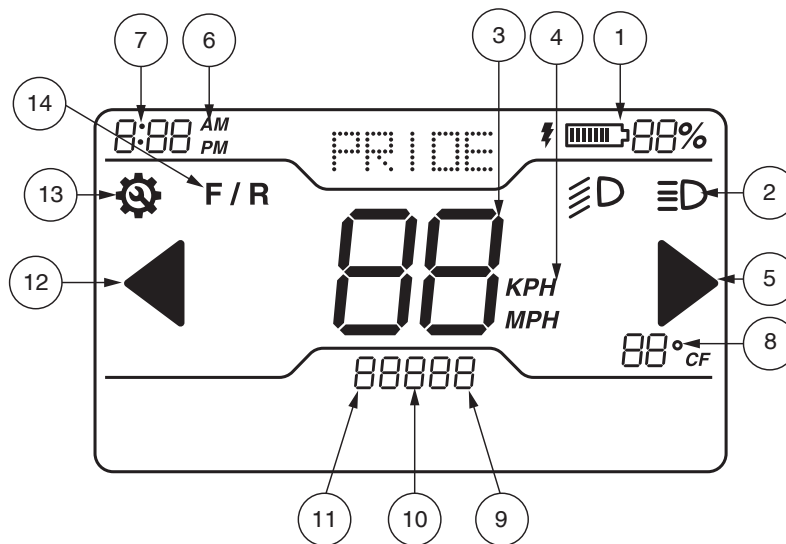

Figure 3. Ecran LCD
** POUR PLUS D'INFORMATIONS SUR L'ÉCRAN LCD, VOIR FIGURE 3.
Votre scooter est équipé d'une série de fusibles électriques qui protègent le système de recharge externe, le circuit du contact, les éclairages contre une surcharge de courant électrique. Ces fusibles sont de même type que ceux utilisés dans les automobiles et sont situés dans un compartiment sur le guidon. Voir la figure 3. Voir VII. " Soins et Entretien " pour le remplacement des fusibles.
Le panneau de commande LCD donne des informations intuitives via l'écran LCD. **Voir la figure 3.** L'écran LCD est également utilisé lors de la configuration initiale (activation) des différents paramètres du panneau de commande. **Voir le tableau 1.**